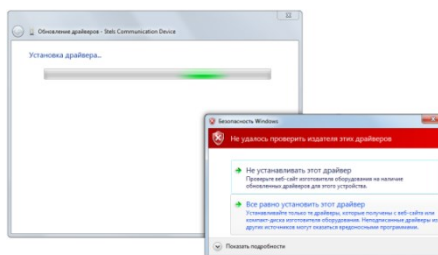

Рис. 5.8. Предупреждение операционной системы
6. Начнется процесс установки драйвера. Когда появится предупреждение операционной системы о том, что проверить издателя драйвера не удалось, щелкните левой кнопкой мыши по надписи *Все равно установить этот драйвер* (рис. 5.8).